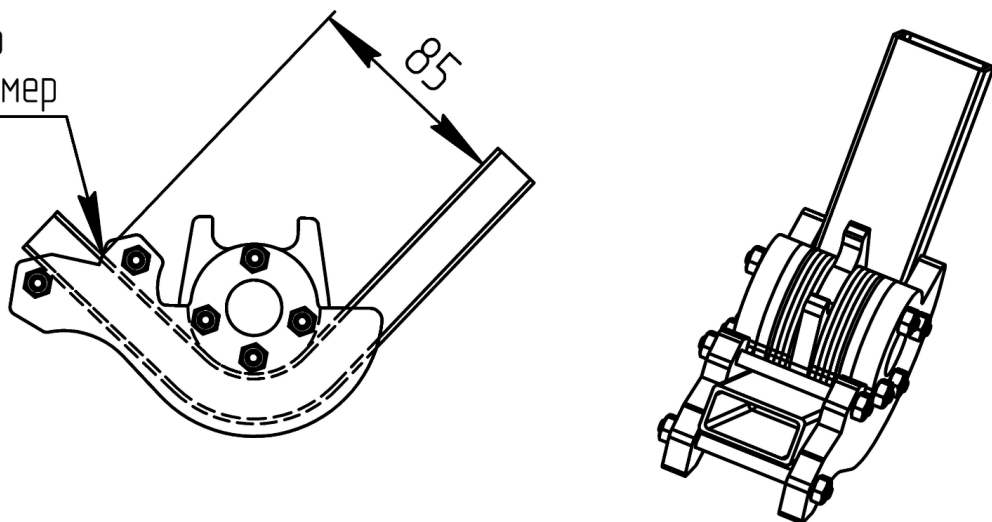

Рисунок 9 — Гибка трубы.
2. Отмечаем, где будет следующий сгиб (рассчитываем точку с учётом получившегося расстояния). Например, если длина плеча 200 мм, то второе плечо должно выставляться от ребра оправки на 115 мм (см. Рисунок 9).